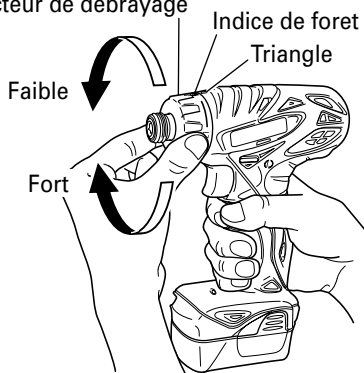

Fig. 6
5. Vérification de la position du sélecteur de débrayage (Voir Fig. 6).
(2) Indication du couple de serrage (Voir la Fig. 6)
(3) Réglage du couple de serrage (Voir Fig. 6)